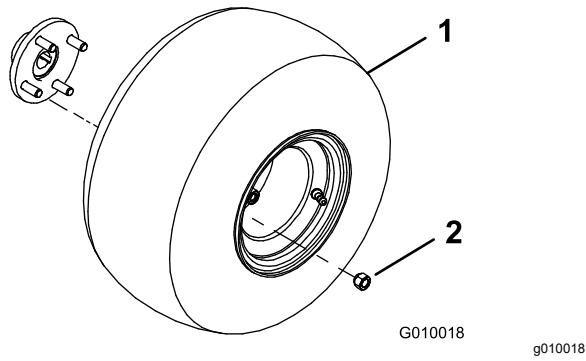

Bild 3
2. Montieren Sie ein Rad auf der Hinterradnarbe (Bild 3).
3. Setzen Sie die Radmuttern (Bild 3) ein und ziehen sie mit 61-75 N·m an.